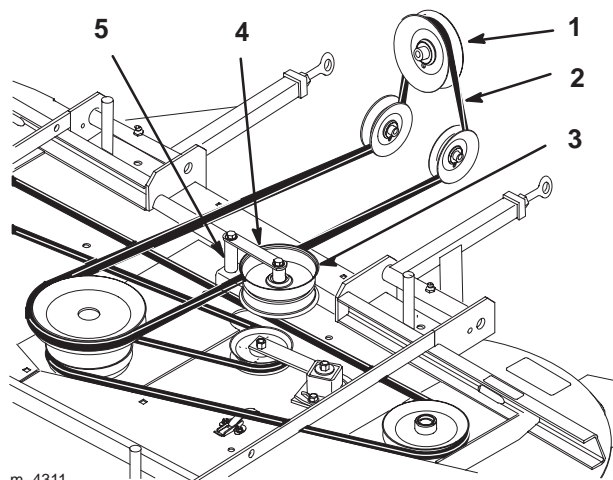

Figure 68
3. Déposez la courroie d'entraînement de PDF de l'embrayage, des poulies de tension arrière et de la poulie centrale supérieure du plateau de coupe (Fig. 68).
4. Retirez le boulon, l'écrou, la rondelle et l'entretoise de l'ensemble support de poulie de tension. Retirez la courroie de l'ensemble support (Fig. 68).
6. Placez la courroie dans l'ensemble support de poulie de tension. Remettez le boulon, l'écrou, la rondelle et l'entretoise dans l'ensemble (Fig. 68).